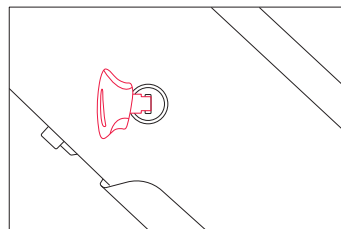
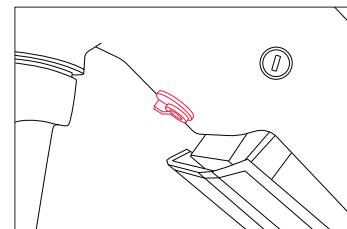

Abbildung 5
Abbildung 6
**Schritt 2:** Verwenden Sie den Schlüssel, um den Akku zu entriegeln (Abb. 5). Nehmen Sie den Akku heraus, indem Sie den Entriegelungsschalter an der Unterseite des Rahmens betätigen (Abb. 6).